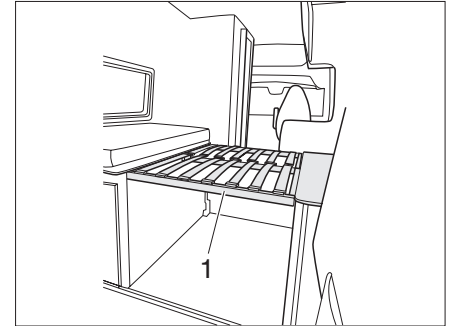

Bild 56 Liggplats baktill
- ▶ Placera lamellramen (Bild 56,1) på stöden.